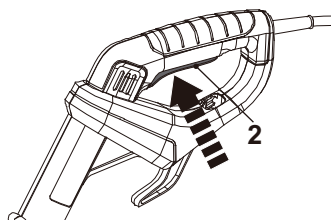

Fig. 13
- Segure o produto com uma mão no punho auxiliar (15) e com a outra no punho principal (1).
- Aperte o interruptor para ligar/desligar (2) para ligar o produto (Fig. 13).
- Solte o interruptor de ligar/desligar (2) para desligar o produto.